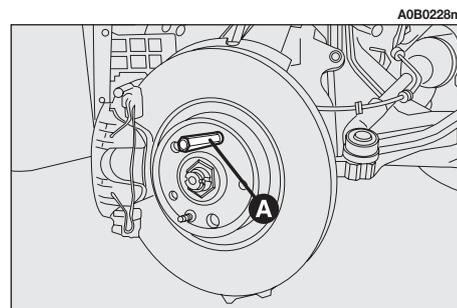

Abb. 9
– Den Zentrierstift (**A, Abb. 9**) in eines der Gewindelöcher der Radnabe einschrauben.
– Den Zentrierstift lösen (**A, Abb. 9**) und auch den letzten Radbolzen anziehen.